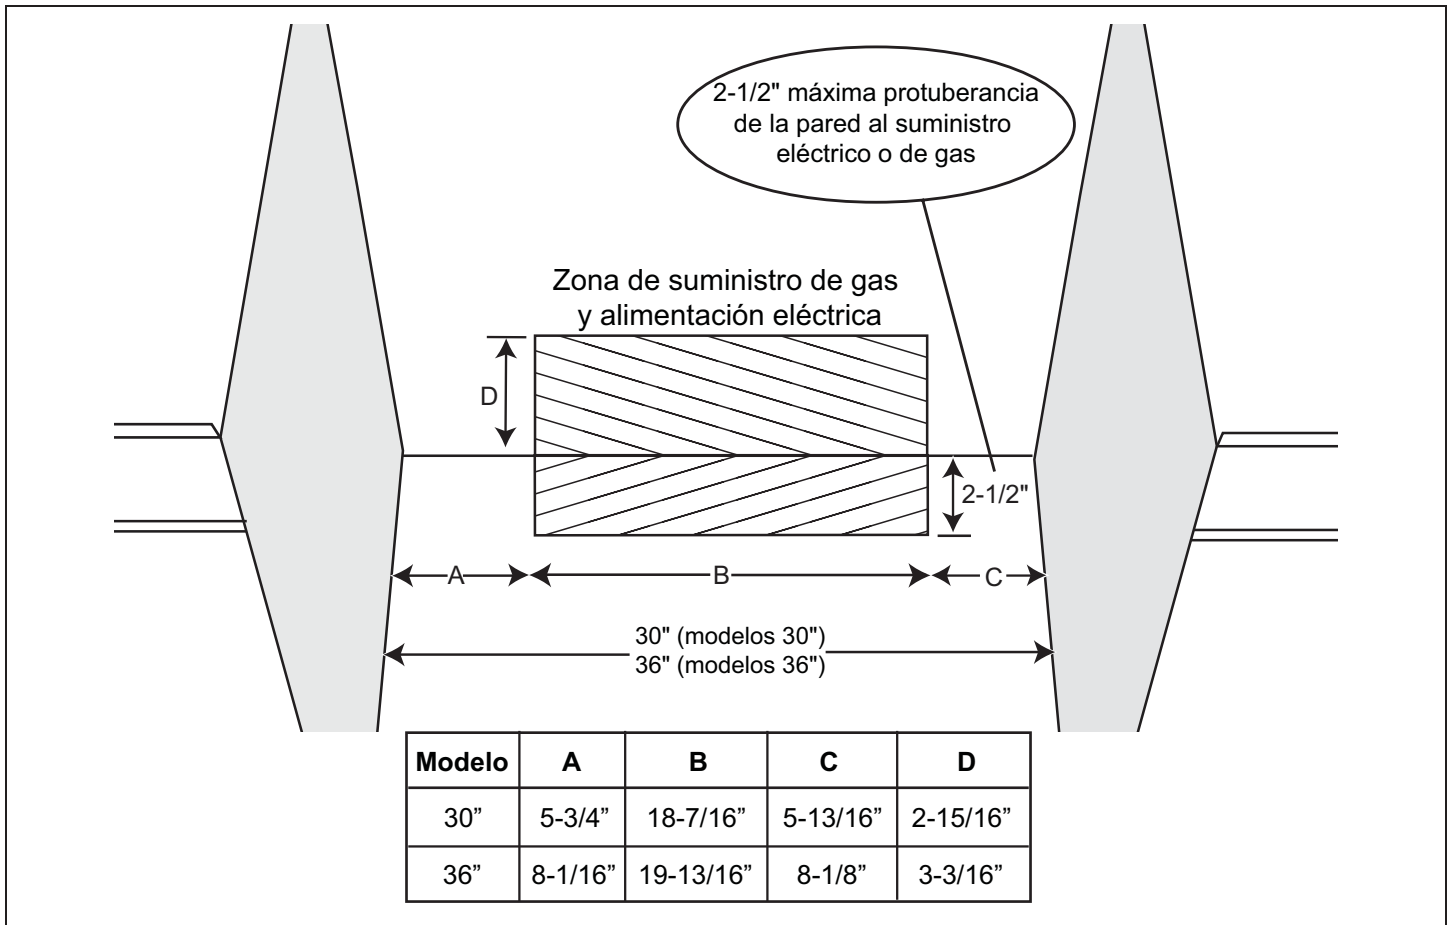

Figura 3a: Suministro eléctrico y de gas para todas las estufas de gas
3. El suministro eléctrico y de gas debe quedar dentro de la zona indicada en la Figura 3a.